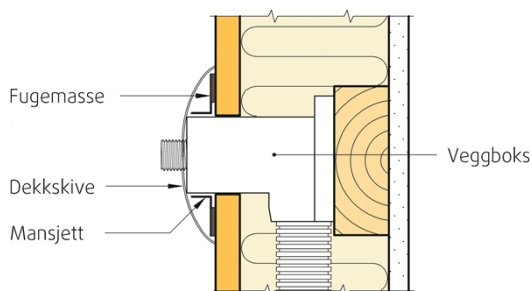

Fig. 5
- Mansjetter som følger med veggbokser limes fast mot baderomspanelet med fugemasse BerryAlloc Wall&Water Sealant, Bostik Silmax Byggfug 2620 eller Casco AquaSeal. Se fig. 5.